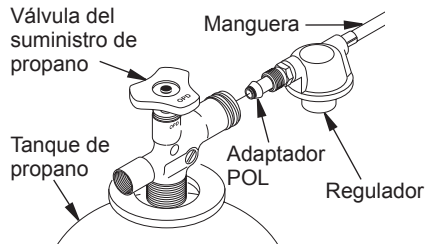

Figura 6. Posición del regulador
2. Conecte el adaptador POL en el ensamblaje de la manguera/regularador al(a los) tanque(s) de propano. Gire el adaptador POL en el sentido contrario al de las manecillas del reloj en las roscas del tanque. Apriete firmemente usando una llave. **IMPORTANTE:** Posicione el regulador de manera que la manguera que sale del mismo esté en posición horizontal (consulte la figura 6). Esto pone la ventilla del regulador en la posición correcta para protegerlo del clima.